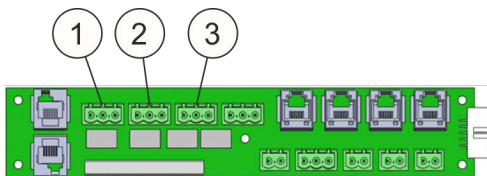

Abb. 77: Anschlussklemmen
- Anschlussklemme für Relaisausgang „Voralarm“ (Abb. 77/1)
- Anschlussklemme für Relaisausgang „Feueralarm“ (Abb. 77/2)
- Anschlussklemme für Relaisausgang „Löschen“ (Abb. 77/3)